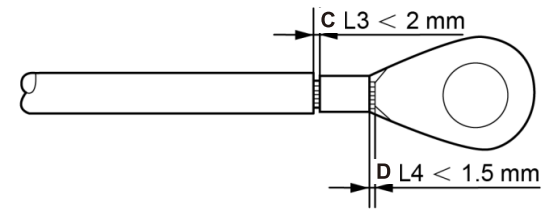

Figura 5.9 Cable pelado
- 4) Introduzca el cable pelado en la zona de engaste del terminal OT y utilice la pinza hidráulica para engarzar el terminal al cable (véase la figura 5.9).